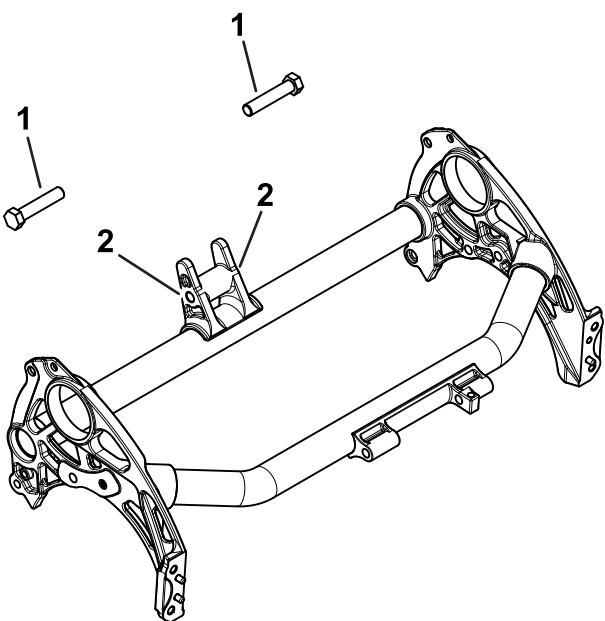

Bild 2
1. Tragen Sie Gewindesicherungsmittel (z. B. blaues Loctite®) auf die Gewinde der Schrauben ($\frac{1}{2}'' \times 2\frac{1}{2}''$) und des Rahmens auf (Bild 2).